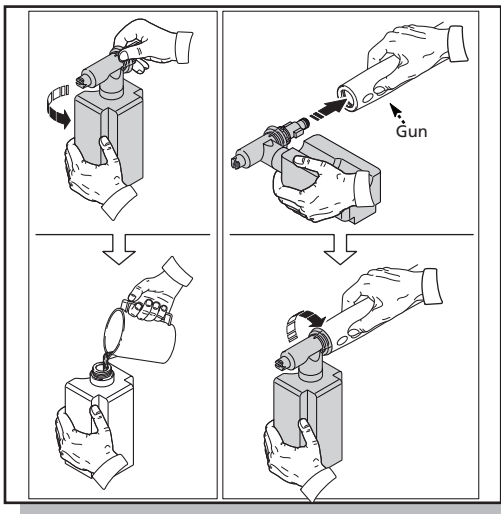
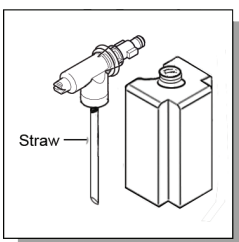

Fig. 9
Fig. 10
- Cuando se utiliza la botella de detergente, rellenarlo con un detergente o limpiador correctamente formulados con relación agua siguiendo las instrucciones del envase (Fig. 9). El detergente botella viene con una paja que está montado en la parte superior de tornillo. Si no ve la paja, mire en el interior de la botella y fijarlo a la parte superior de tornillo (Fig. 10).